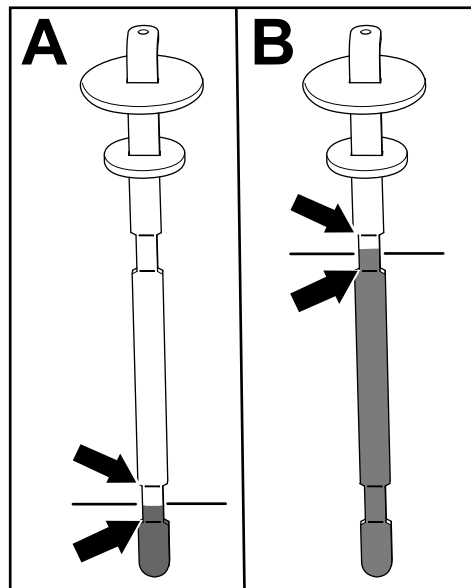

図 79
5. ディップスティックを抜いて油量を点検する 図 79。
2 本のマークの間であれば適切A 図 79。その下のマークより上でもOK。
- 油圧駆動式アタッチメント用ホースキットを搭載している場合オイル量がディップスティックについている上側の2本のマークの間であれば適切B 図 79。